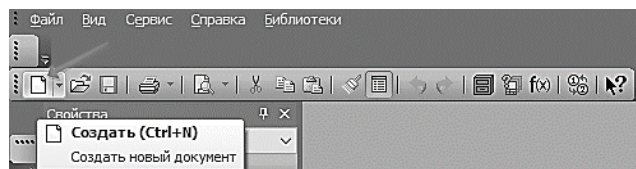

Рис. 36. Создание чертежа
1.1 Для создания нового чертежа вызовите команду **Файл – Создать** или нажмите кнопку **Создать**  на панели **Стандартная** (рис. 36).